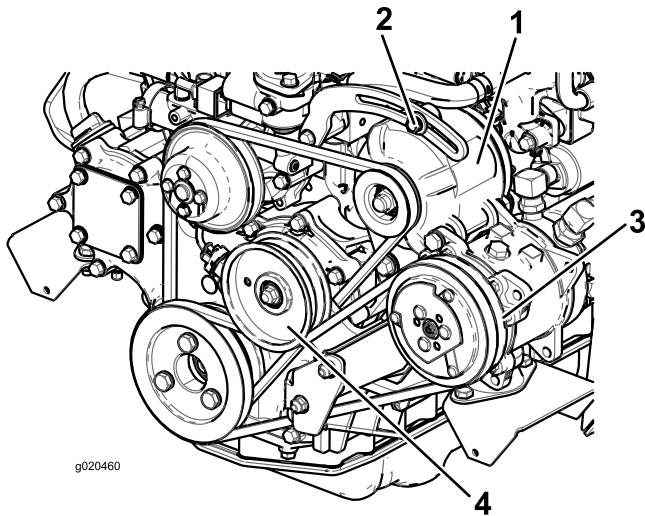

Figure 95
Vérifiez l'état et la tension de la courroie (Figure 95) toutes les 100 heures de fonctionnement.
2. Si vous n'obtenez pas une flèche de 10 mm, desserrez les boulons de fixation de l'alternateur (Figure 95). Augmentez ou diminuez la tension de la courroie et resserrez les boulons. Contrôlez de nouveau la flèche de la courroie pour vérifier si la tension est correcte.
2. Si vous n'obtenez pas une flèche de 10 mm, desserrez le boulon de fixation de la poulie de tension (Figure 95). Augmentez ou diminuez la tension de la courroie du compresseur et resserrez le boulon. Contrôlez de nouveau la flèche de la courroie pour vérifier si la tension est correcte.